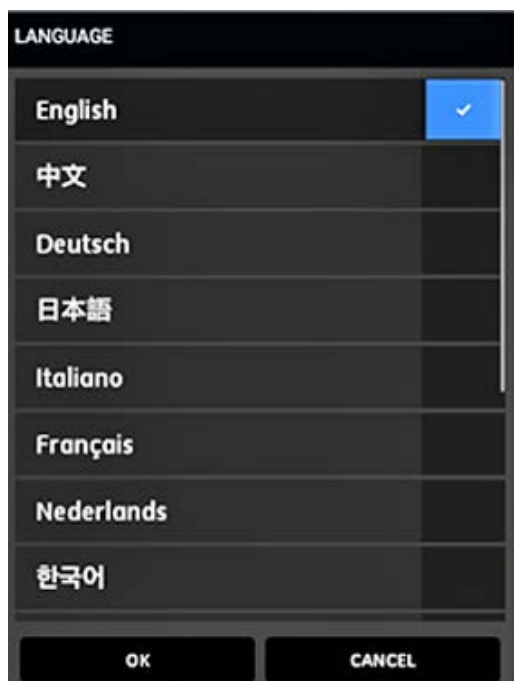

Figura 60: Opciones de idiomas de la aplicación de PT900
3. En la pantalla mostrada en Figura 60 más abajo, seleccione el idioma deseado para la aplicación y pulse ACEPTAR.